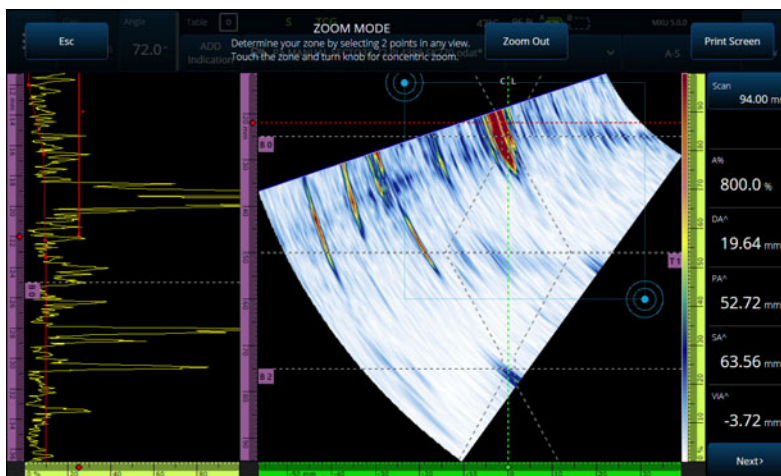

Figura 2-11 Exemplo de zoom
1. Pressione a tecla Zoom () para ligar (ou desligar) o modo de zoom (Figura 2-11 na página 44).
- ◆ Pressione a tecla Zoom (🔍) para ligar o modo de zoom (Figura 2-11 na página 44) e, em seguida, toque em **Print Screen** (capturar tela) na tela.